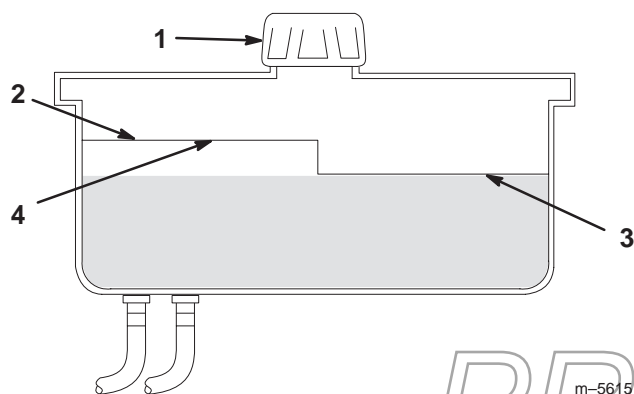

Figure 47
2. Nettoyez la surface autour du goulot de remplissage du réservoir hydraulique (Fig. 47).
3. Enlevez le bouchon du goulot de remplissage et vérifiez si le réservoir contient du liquide (Fig. 47).
**Remarque :** Lorsque l'huile est chaude, le niveau de liquide doit atteindre le haut du repère **à chaud** sur le déflecteur (Fig. 47).